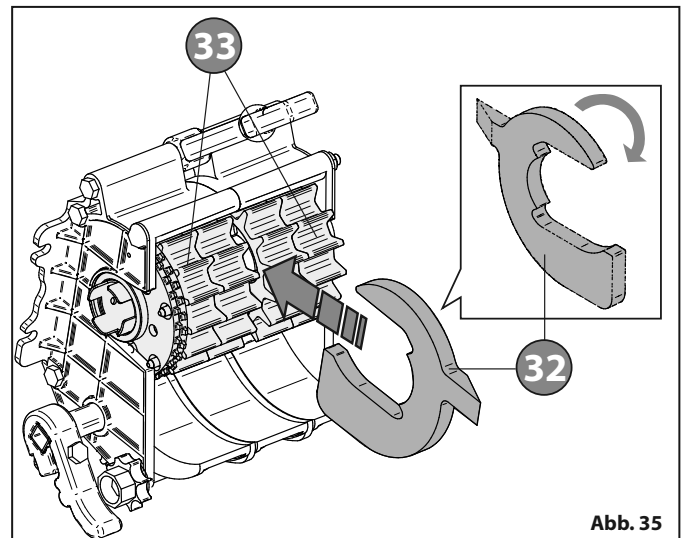

Abb. 35
- Nachdem die Rollen geweitet wurden, den Rollentrenner **32** erneut drehen, um ihn in die gewünschte Position zu bringen "Abb. 35".